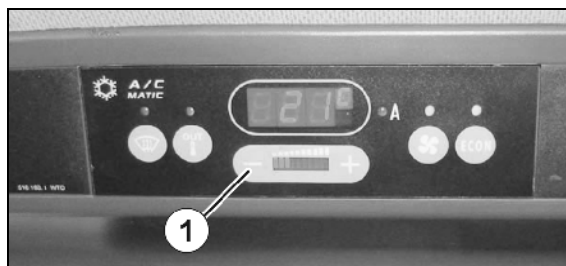

Fig. 184
1. Demontați grilajul aerului de recirculație (Fig. 184/1).